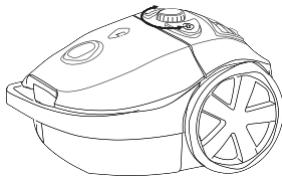

Abbildung 7 Saugkraftregler
8. Sie können die Saugkraft mit dem Saugkraftregler einstellen, siehe Abbildung 7. Wenn Sie zum Beispiel gepolsterte Möbel oder Gardinen saugen, ist es ratsam, die Saugkraft zu verringern. Dadurch verhindern Sie, dass die Textilien in die Saugdüse gezogen werden.